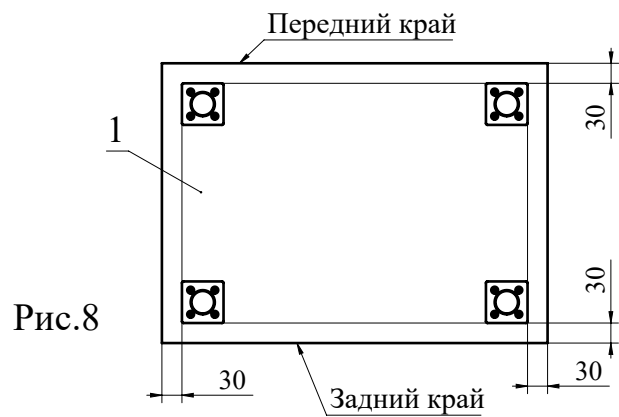

Рис.8
9. Прикрутите при помощи шурупов 3,5x16 опоры к детали 1 (Рис. 8).